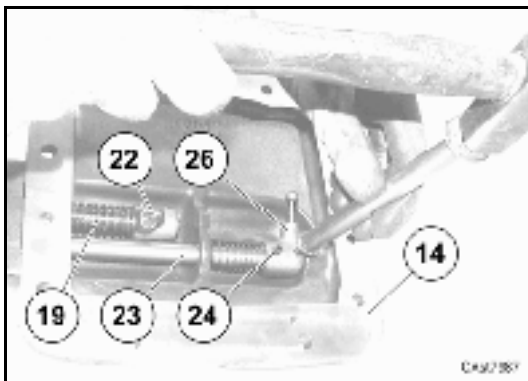
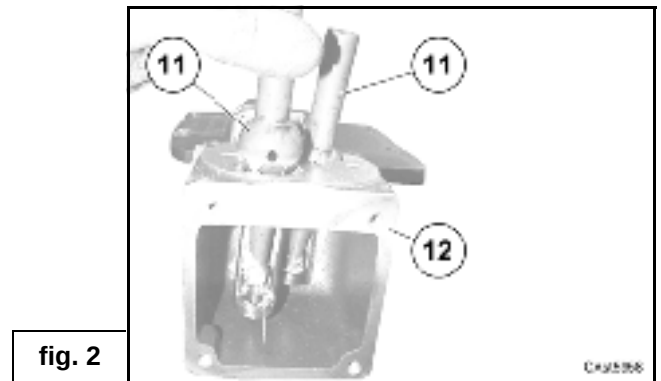

fig. 1
fig. 2
7. Assemble short rod (19) into the lever support (12).
8. Assemble spring (21).
9. Assemble lever (22) at the cover side (14).
10. Assemblare le due spine (20).
11. Assemblare la leva lunga (23) nella prolunga (12).
12. Assemblare la molla (25).
13. Assemblare la leva innesto (26) dal lato coperchio (14).
14. Assemblare le spine (24).
- Vedi:** fig.1
15. Capovolgere il coperchio (14).
16. Ingrassare le sedi delle leve innesto (11) sulla prolunga (12).
17. Montare i perni (9) sulle relative leve innesto (11).
18. Assemblare le leve d'innesto (11) con la sfera d'innesto in sede sulle aste (19) e (23).
- Vedi:** fig.2
10. Assemble the two pins (20).
11. Assemble long lever (23) into the lever support (12).
12. Assemble spring (25).
13. Assemble lever (26) at the over side (14).
14. Assemble the pins (24).
- See:** fig.1
15. Turn cover (14) upside down.
16. Lubricate levers housings (11) on the lever support (12).
17. Insert pins (9) on the respective levers (11).
18. Assemble levers (11) with clutch ball to the rods (19) and (23).
- See:** fig.2